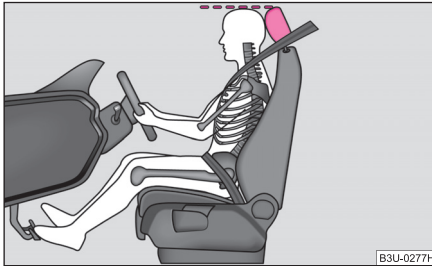

Abb. 129 Die richtige Kopfstützeinstellung des Fahrers
- Stellen Sie die Kopfstütze so ein, dass die Oberkante der Kopfstütze sich möglichst auf einer Höhe mit dem oberen Teil Ihres Kopfes befindet ⇒ Abb. 129.
- Stellen Sie die Kopfstützen so ein, dass die Oberkante der Kopfstützen sich möglichst auf einer Höhe mit dem oberen Teil Ihres Kopfes befinden ⇒ Seite 125, Abb. 129.